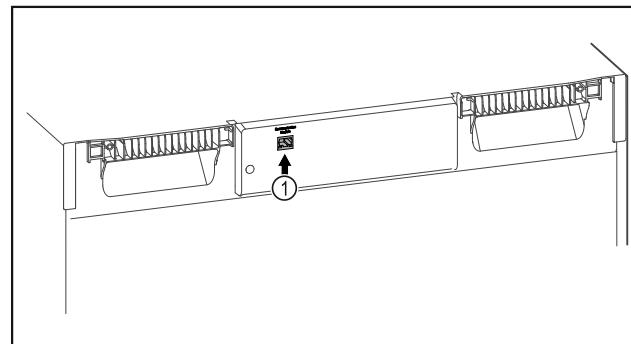

Fig. 131
- SmartModule Fig. 131 (1) 已使用。